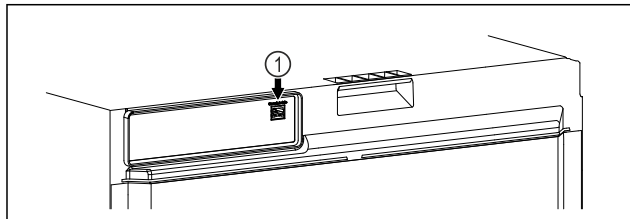

Fig. 109
- ❑ Założono SmartModule Fig. 109 (1).